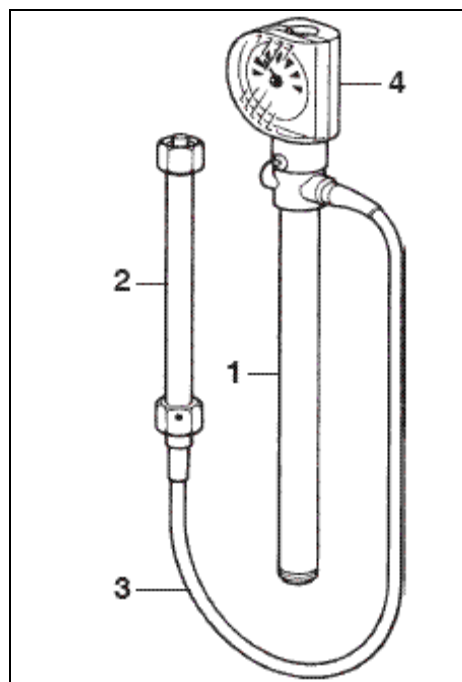

Рис. 7
Открытие клапана происходит при помощи термометрической системы, приводящей в действие клапан регулировки температуры (рис. 7). Эта система состоит из датчика температуры (1), исполнительного механизма клапана (2), указательного устройства калибровки установленного значения (4) и капилляра (3), соединяющего датчик температуры и исполнительный механизм.